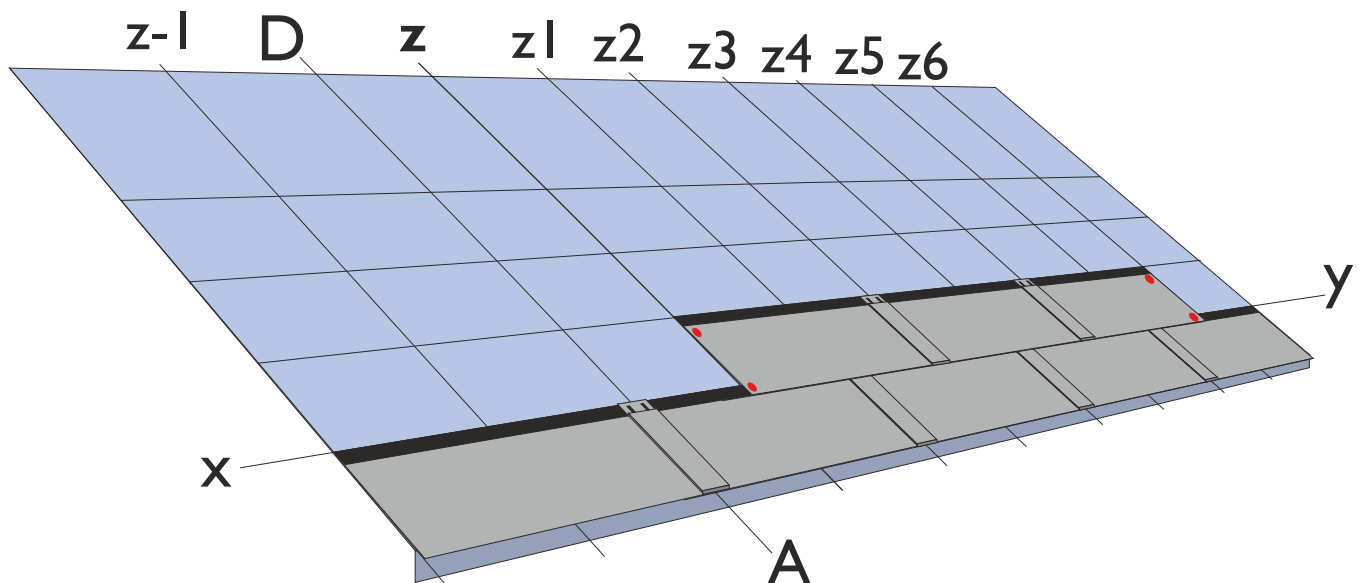

Fig. 10 - Applicazione dell'Ultimetal Clip
- Dopo aver premuto sul Compact Strip, si copre il giunto così sigillato con il Ultimetal Clip (fig. 10) e lo si chioda nei fori predisposti.